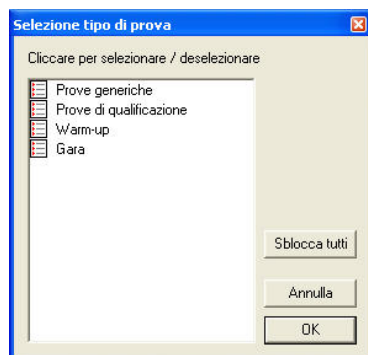

Fig. 3.2– *Selezione tipo di prova*: nessuna sottocategoria del database selezionata
- Cliccate con il tasto sinistro del mouse sul pulsante di “impostazione” desiderato: premete il pulsante “Impostazione circuito” (2) se desiderate impostare il nome del tracciato, premete il pulsante “Impostazione veicolo” (3) se desiderate impostare il nome del veicolo, ecc...Nelle Figure 3.2 e 3.3, è stato selezionato il pulsante “Impostazione tipo di prova” (6).